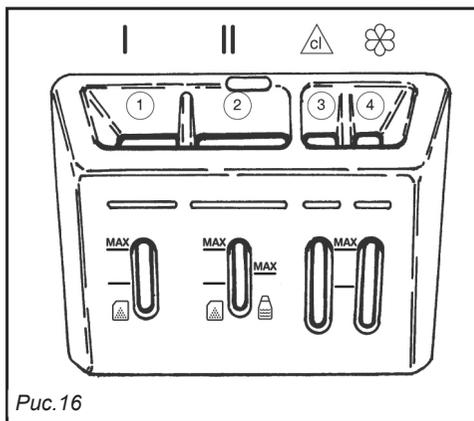

Рис. 16
• ЗАГРУЗКА МОЮЩИХ СРЕДСТВ (Рис. 16)